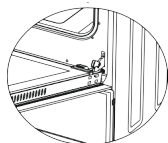

Figure 2.2
3. Procédez ensuite à l'opération de déverrouillage en soulevant les petits crochets à l'aide d'un tournevis (figure 2.2).